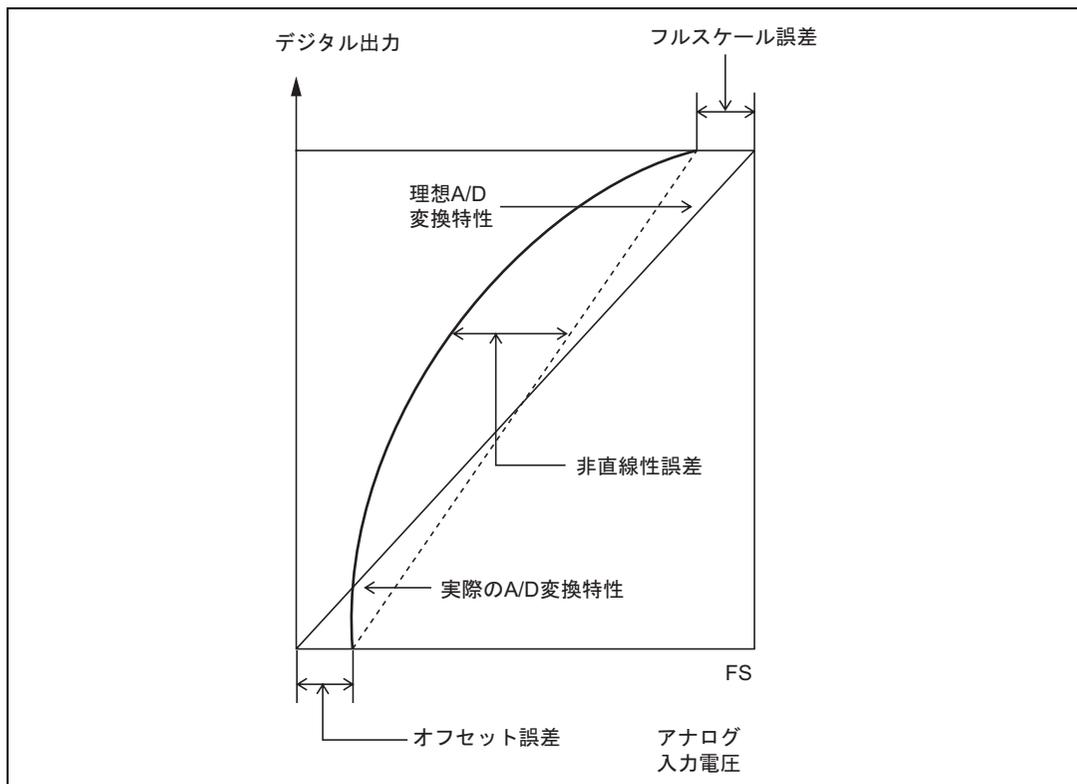

図 15.10 A/D 変換精度の定義 (2)
- オフセット誤差……………デジタル出力が最小電圧値 0000000000 から 0000000001 に変化するときのアナログ入力電圧値の理想 A/D 変換特性からの偏差（図 15.10）。
- フルスケール誤差……………デジタル出力が 1111111110 から 1111111111 に変化するときのアナログ入力電圧値の理想 A/D 変換特性からの偏差（図 15.10）。